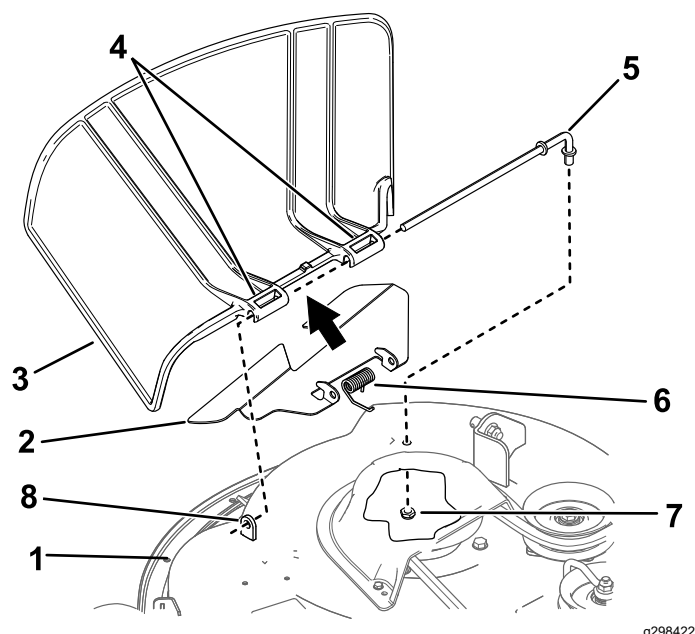

Figura 74
1. Togliete il dado ($\frac{3}{8}$ ") dall'asta sottostante il tosaerba (Figura 74).
2. Estraiete l'asta dal distanziatore corto, dalla molla e dal deflettore dell'erba (Figura 74).
4. Montate il deflettore dell'erba tagliata nuovo (Figura 74).
7. Fate scorrere l'asta attraverso il secondo perno del deflettore dell'erba (Figura 74).
9. Fissate l'estremità posteriore dell'asta nel tosaerba con un dado ($\frac{3}{8}$ "), come mostrato in (Figura 74).